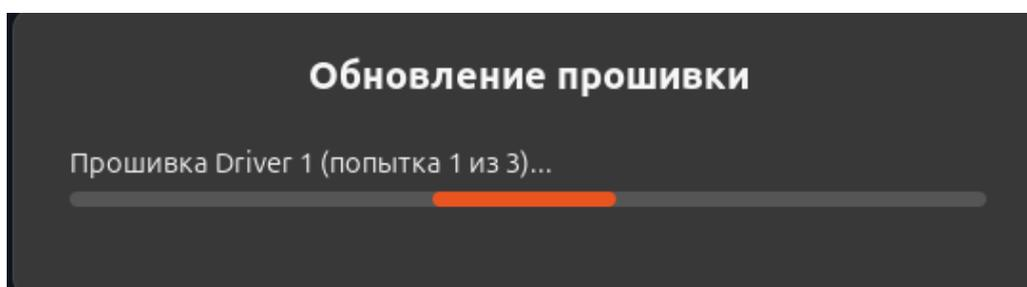

Рисунок II-62 – Уведомление об обновлении
- 4) Если все условия выполнены, то нажмите «Yes». Отобразится уведомление о начале обновления (см. Рисунок II-62).